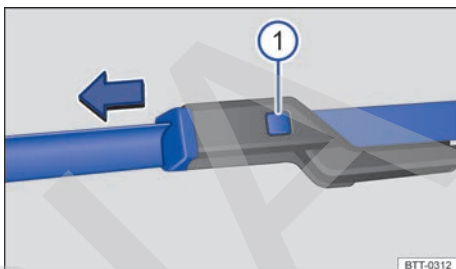

Fig. 137 Cambio de las escobillas limpiacristales del parabrisas.
- Mantenga presionada la tecla de desbloqueo → fig. 137 ① y tire al mismo tiempo de la escobilla en el sentido de la flecha.